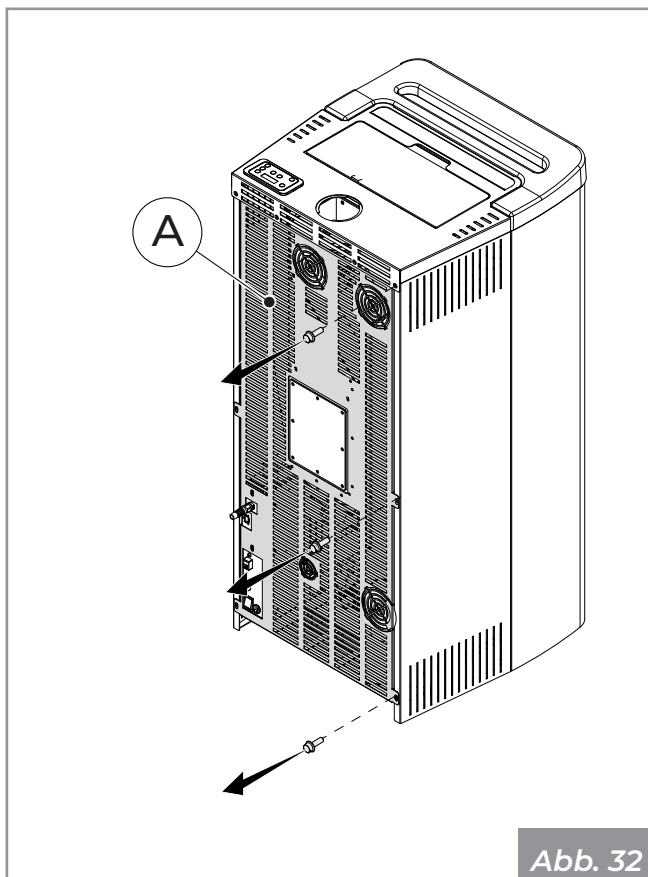

Abb. 32
- Entfernen Sie die Befestigungsschrauben an der linken Seite und an der hinteren Teil (**Abb. 32 - A**).